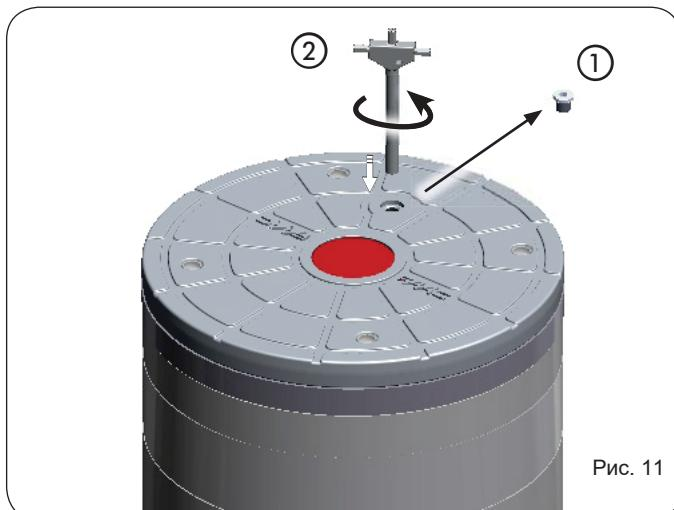

Рис. 11
- 1.Отрутите винт-заглушку, расположенный в головной части тумбы (рис.11, обозначение (1)).
- 3.Поверните ключ против часовой стрелки, чтобы опустить тумбу (рис.11, обозначение (2)).